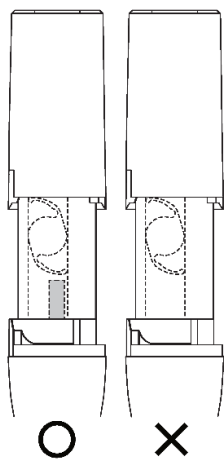

Figure 1
5. Examiner la position de l'embout souple orange. L'embout souple doit être clairement visible et positionné à l'intérieur du compartiment de la cartouche (**Figure 1**).